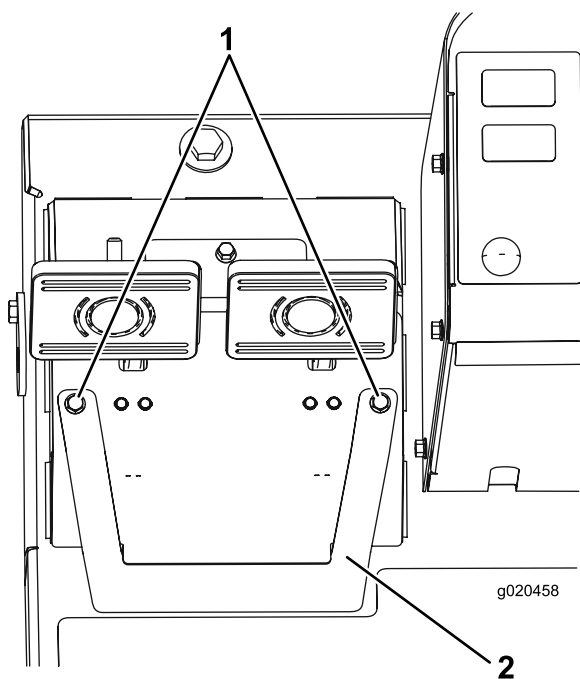

Figura 91
- A. Desaperte os 2 parafusos de montagem e retire a cobertura de ajuste do travão (Figura 91).